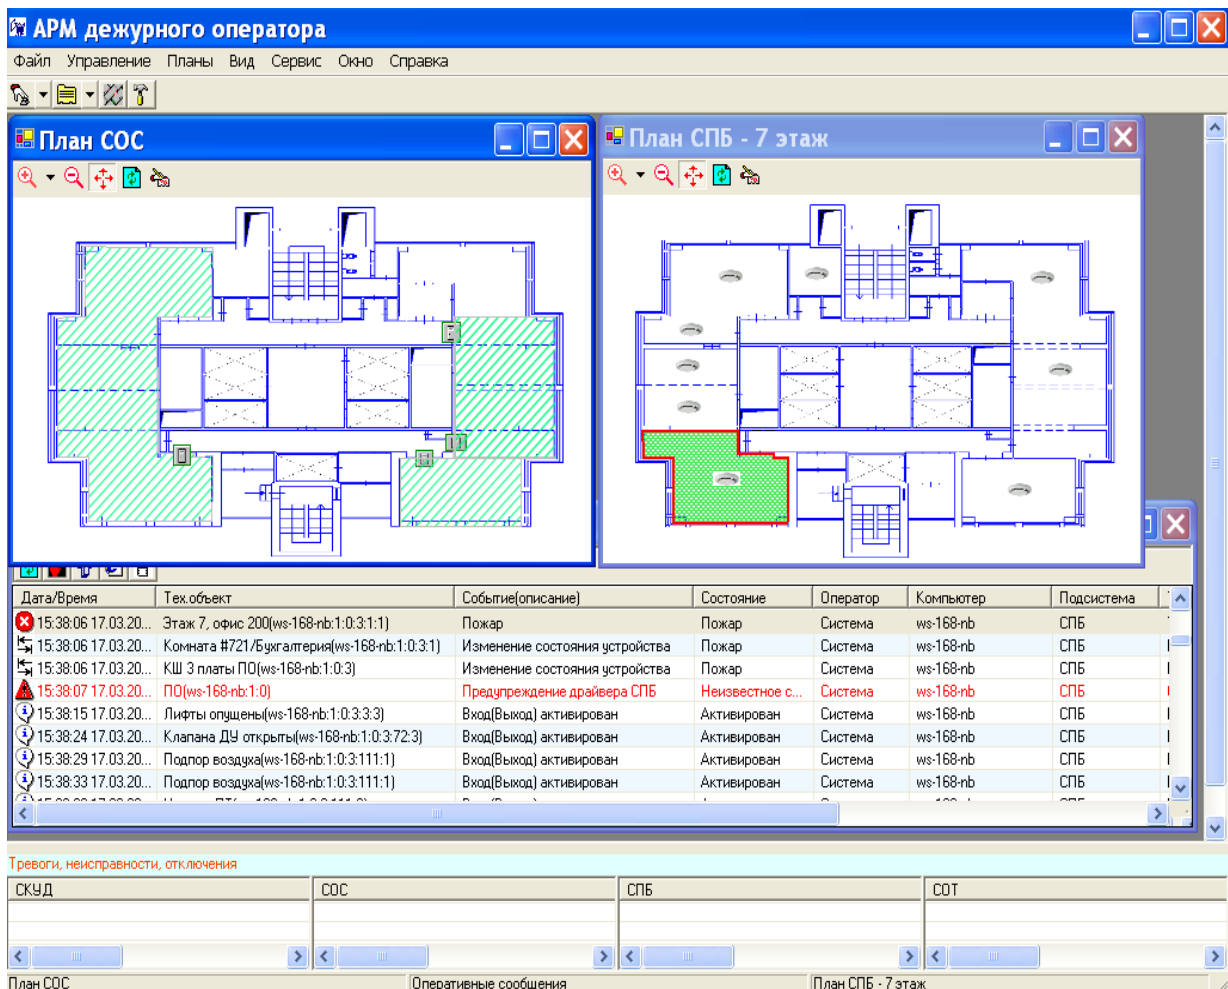

Рисунок 1. Пример вида КП "Дежурный оператор" при работе с планами
- информация о тревоге (неисправности) выводится на АРМ оператора с соответствующим текстовым, графическим (при работе с планами) и звуковым оформлением. В журнал событий записывается строка с сообщением, выделенным более ярким цветом (см. *Рисунок 1*);